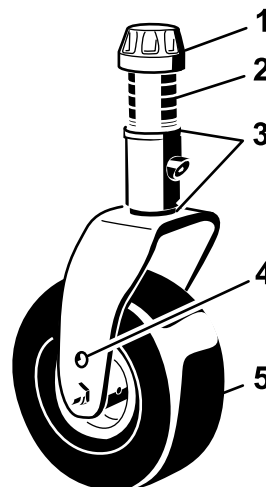

Рисунок 140
1. Снимите колпачковую гайку с вала шпинделя и извлеките шпindel из рычага поворотного колеса (Рисунок 140).
Отверните колпачковую гайку и снимите вилку поворотного колеса (Рисунок 140).